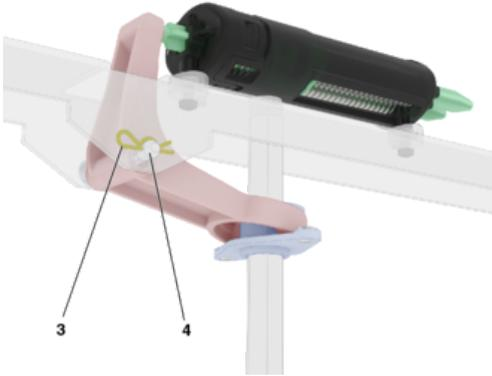

Abb. 12: Bolzen demontieren
2. ▶ Den Federstecker (Abb. 12/3) lösen und den Bolzen (Abb. 12/4) herausziehen.